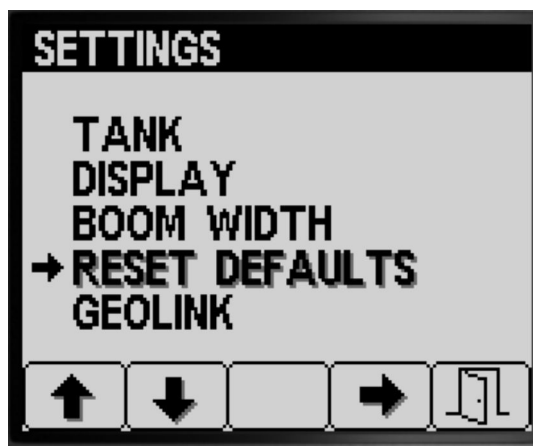

Figura 34
1. Prima o botão 2 no ecrã DEFINIÇÕES até encontrar a opção REPOR PREDEFINIÇÕES (Figura 34).
2. Prima o botão 4 para seleccionar a entrada REPOR PREDEFINIÇÕES (Figura 34).